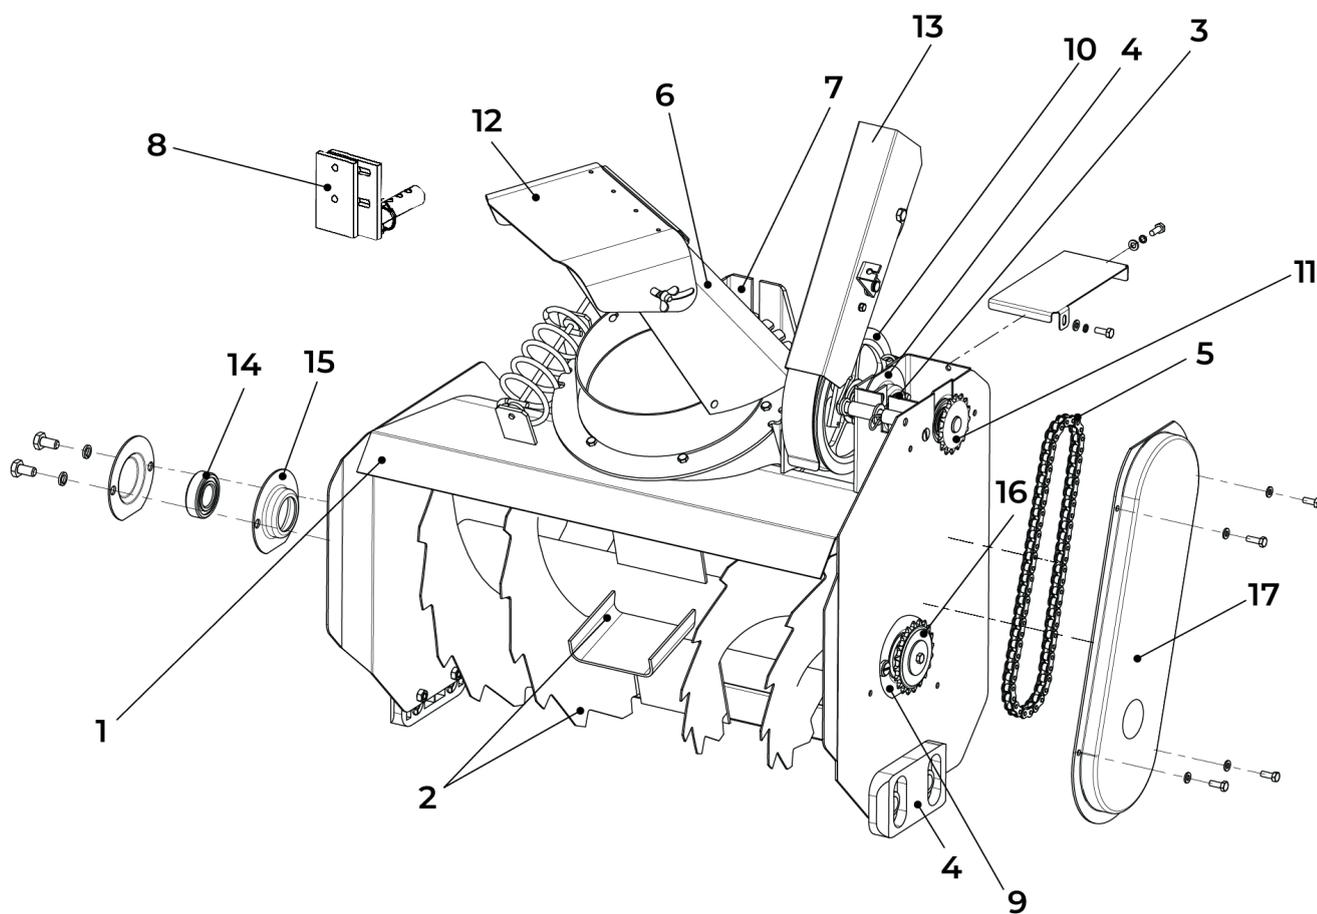

рис. 2
Основными составными узлами снегоуборщика являются: сварной металлический корпус (1), два вала (2) (3), подшипниковые узлы (4), клиноременная и цепная передачи (5), направляющий экран (6). Корпус снегоуборщика представляет из себя сварную металлическую конструкцию, служащую базой установки и крепления на ней узлов и деталей снегоуборщика. К корпусу приварен кронштейн (7), с помощью которого через сцепное устройство (8) снегоуборщик крепится на мотоблок. С обеих сторон корпуса к нижней его части крепятся полозья (9), которые не только облегчают передвижение, но и позволяют регулировать высоту расположения корпуса над основанием снежного покрова. В верхней части корпуса на двух подшипниках установлен вал (3), на котором с помощью шпонки и стопорного кольца крепится ведомый шкив (10). На конце вала с помощью сварки закреплена ведущая звездочка (11) цепной передачи. На верхней части корпуса крепится направляющий экран (6), позволяющий производить выброс снежной массы в необходимую сторону. Регулировка направления производится при помощи ручного рычага для поворота желоба (рис. 2а). Козырек (13) регулирует дальность выброса.
Регулировка направления производится вручную при помощи рычага (1) (рис. 2а) закрепленном на направляющем экране (6). Фиксация положения экрана производится при помощи фиксатора (2) (рис. 2а).
рис. 2а
Для удобства транспортировки со снегоборщика демонтирован механизм натяжения ремня (поз. 14, рис. 2). Перед установкой механизма на снегоборщик необходимо извлечь из него шплинт и снять шайбу. Далее вставить ось во втулку корпуса, установить на ось шайбу, продвинуть механизм до упора и установить шплинт в отверстие оси. При этом шайба должна быть слева от шплинта. Установить в зацепление возвратную пружину механизма.
Перед началом эксплуатации снегоборщика после длительного хранения рекомендуется снять крышку (18) (рис. 2) цепной передачи, удалить старую смазку и нанести на цепь и звездочки смазку Литол-24 или солидол Ж ГОСТ 1033-79.